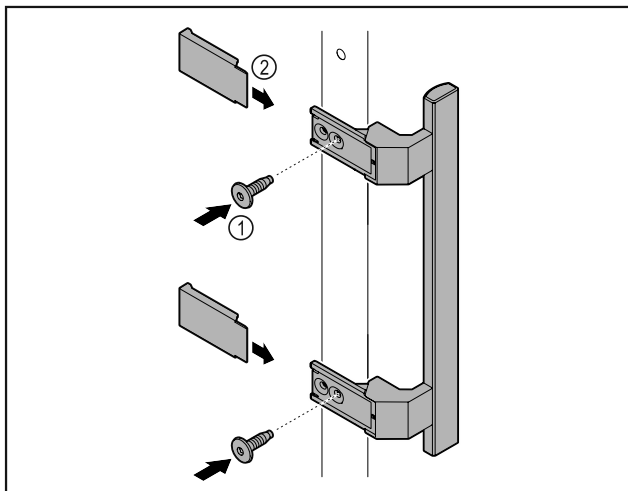

Fig. 58
- ▶ Montare sulla porta la maniglia contenuta nella confezione con le viti annesse Fig. 58 (1).
- ▶ Applicare la copertura Fig. 58 (2).